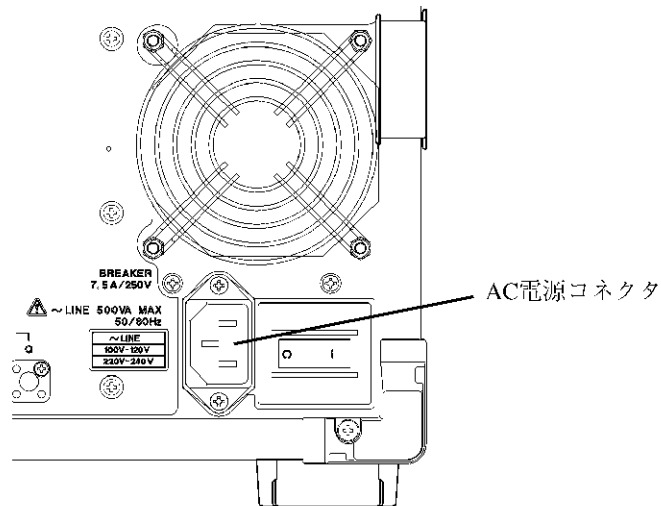

図3-6 電源ケーブルの接続
2. 本器背向パネルのAC電源コネクタと、保護接地端子を備えた3極電源コンセントを付属の電源ケーブルで接続します（図3-6を参照）。